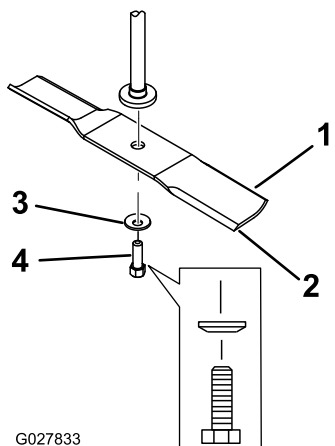

Figura 64
2. Retire del eje el perno de la cuchilla, la arandela curva y la cuchilla (**Figura 64**).
- Instale la cuchilla en el eje (Figura 64).
- Instale la arandela curva (con la copa hacia la cuchilla) y el perno de la cuchilla (Figura 64).